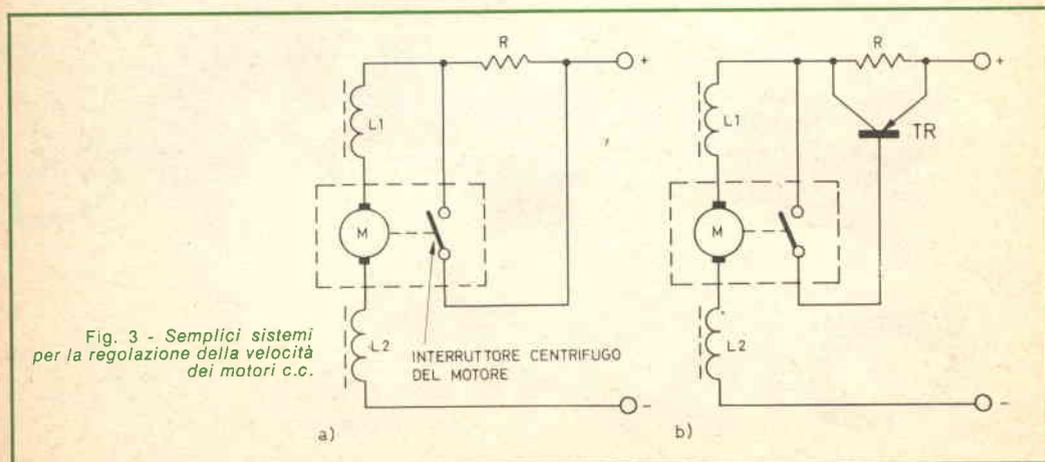

Fig. 3 - Semplici sistemi per la regolazione della velocità dei motori c.c.
Il principio di funzionamento di questo sistema di regolazione è presentato nella fig. 3-a. Come già accennato, quando si ha un rallentamento della velocità di rotazione del motore, l'interruttore centrifugo si chiude, cortocircuitando momentaneamente il resistore R, del valore di alcune decine di ohm, collegato in serie al motore; ciò fa sì che aumenti la tensione applicata ai terminali del motore, sino a quando
Con il sistema di regolazione della fig. 3-a, i contatti dell'interruttore centrifugo sono percorsi da una corrente relativamente intensa; di conseguenza, gli archi elettrici che si manifestano fra i contatti stessi all'atto della loro apertura e chiusura, possono pregiudicare il funzionamento del sistema ed inoltre sono fonte di disturbi parassiti, particolarmente fastidiosi nei registratori magnetici.
Ai disturbi originati dall'interruttore si aggiungono pure quelli dovuti allo scintillio delle spazzole sul collettore; questi disturbi possono però essere facilmente ridotti al minimo collegando, in serie ai terminali del motore, piccole bobine (L1 e L2 della fig. 3-a), avvolte su nucleo in ferrite e sistemando il motore in una custodia metallica che funge da schermo.
**REGOLAZIONE DELLA VELOCITÀ MEDIANTE INTERRUPTORE CENTRIFUGO E TRANSISTORE** - In questo sistema di regolazione della velocità, il cui schema è riportato nella fig. 3-b, il compito dell'interruttore centrifugo è unicamente quello di riunire la base al collettore del transistor TR che svolge, nel presente caso, la funzione di interruttore di potenza, poiché è attraverso ad esso che viene praticamente fatta passare tutta la corrente as-